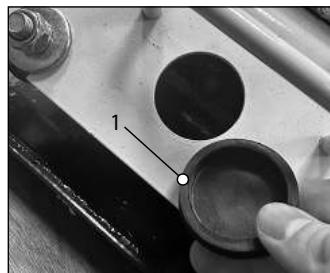

Рис. 21
- Снимите резиновую заглушку 1 в передней части виброплиты (рис. 21).